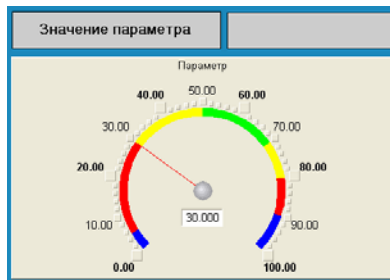

Рисунок 2.8 – Вимірювальний прилад/графічний елемент
- подвійним натисненням ЛК відкриємо атрибут **Заголовок** і в рядку **Текст** введемо напис **Параметр** (рис. 2.8);